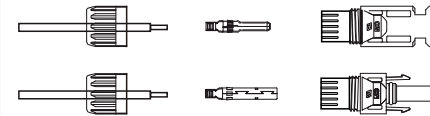

Abbildung 5.13 Demontieren Sie die Mutter der Anschlusskappe.
1. Isolieren Sie das Gleichstromkabel ca. 7 mm ab. Montieren Sie die Kontermutter ab. (siehe Abbildung 5.13)